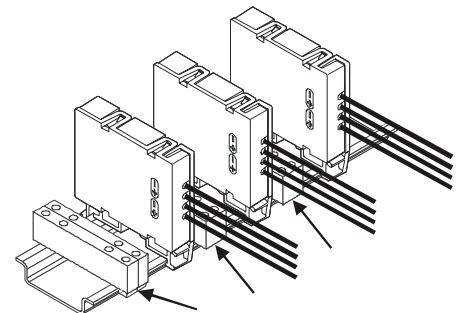

Fig. 3
- with terminals, e.g. terminal block on a top hat rail (Fig. 3)
- In the same way, fix one terminal block at a time between the line separators (Fig. 3).
- Mittels Klemmen, z. B. Reihenklemmen auf einer Hutschiene (Fig. 3)
- Befestigen Sie auf gleiche Weise jeweils ein Paar Reihenklemmen zwischen den Linientrennern (Fig. 3).
- au moyen de bornes, par ex. des blocs de jonction sur un profilé (fig. 3)
2. Fixez de la même manière une paire de blocs de jonction entre les isolateurs de ligne (fig. 3).